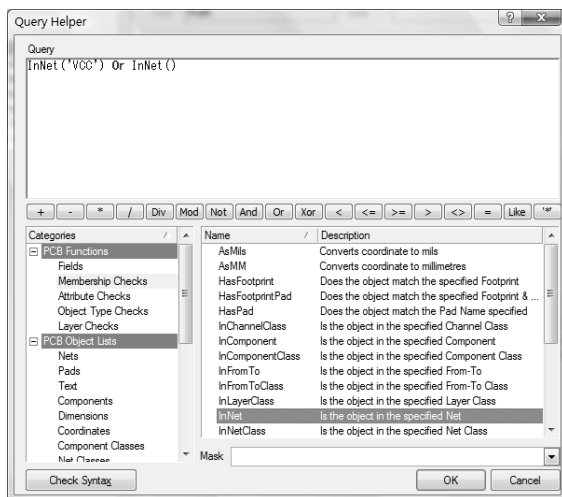

图 3.3.27 选择 “InNet” 函数
(4) 如图 3.3.27 所示,在左边区域单击 PCB Functions 项下的“Membership Checks”选项,在右边的区域双击 Name 选项区域中的“InNet”选项。